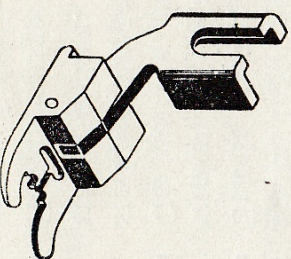

Fig. 23
- Gebruik de *knoopsratvoet* (fig. 23).